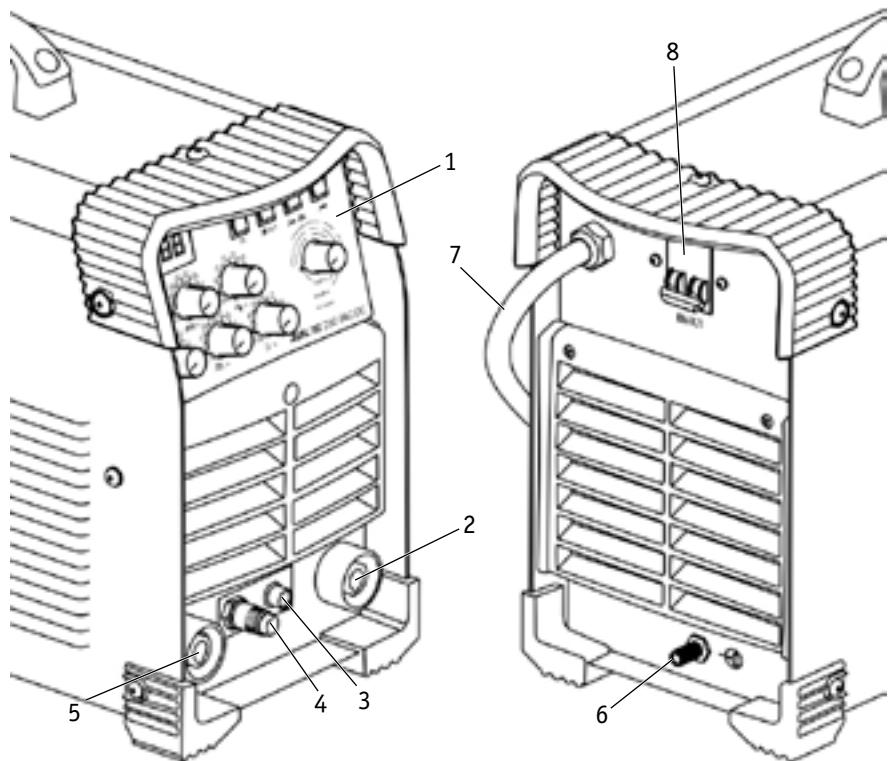

Рис. 6.1. Вид спереди и сзади.
4. Вставьте силовой наконечник горелки в панельную розетку со знаком «-» (п. 5, рис. 6.1) на передней панели аппарата, поверните его до упора по часовой стрелке, убедитесь в плотной фиксации соединения.
5. Подключите разъем подвода газа горелки в соответствующий разъем на передней панели аппарата (п. 4, рис. 6.1).
6. Подключите 5-ріп разъем горелки к соответствующему разъему на передней панели аппарата (п. 3, рис. 6.1).
8. Вставьте силовой наконечник кабеля клеммы заземления в панельную розетку со знаком «+» (п. 2, рис. 6.1) на передней панели аппарата, поверните его до упора по часовой стрелке, убедитесь в плотной фиксации соединения. Закрепите клемму заземления на заготовке.